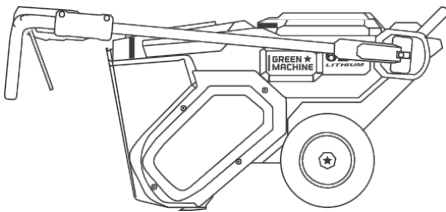

Рис. 2
1. Положите сложенный снегоуборщик на ровный пол (Рис. 2).